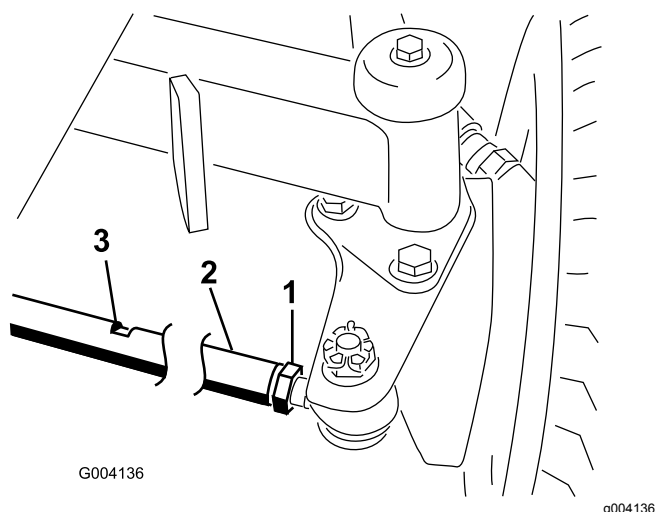

Figura 90
2. Afloje las contratuercas de ambos extremos del tirante (Figura 90).